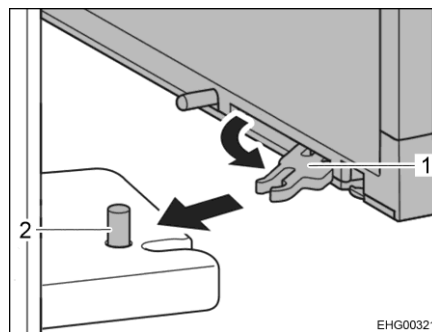

Bild 93 Kühlschranktür-Verriegelung
- An der Innenseite der Kühlschranktür oben und unten den Abstandshalter (Bild 93,1) ausklappen und nach vorn ziehen.
- Die Abstandshalter jeweils am Bolzen (Bild 93,2) einrasten lassen.